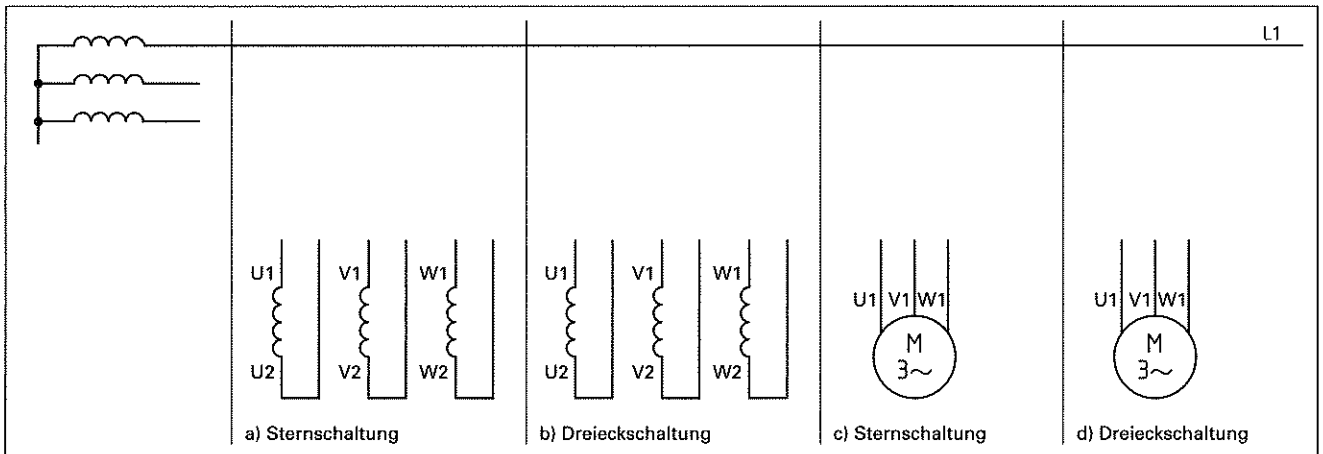

Bild 1: TN-S-System
2. Skizzieren Sie den Aufbau eines TN-S-Systems (**Bild 1**) und schalten Sie die drei Motorwicklungen
4. Ergänzen Sie im **Bild 1** die Motorschaltungen mit vorhandenen Kontaktbrücken am Klemmbrett für c) Sternschaltung und d) Dreieckschaltung.